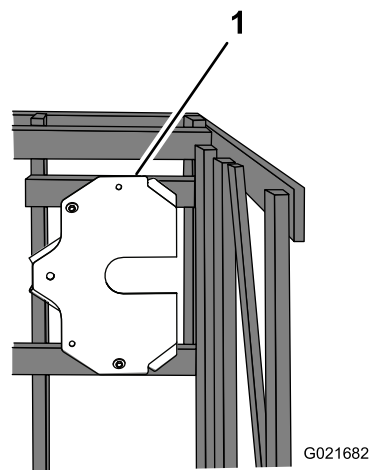

Figura 10
- Retire os parafusos que fixam a placa de montagem à grade (Figura 10).